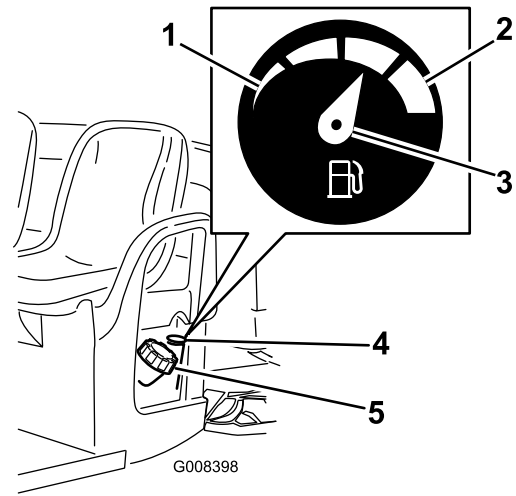

Figure 18
2. Nettoyez la surface autour du bouchon du réservoir de carburant (Figure 18).